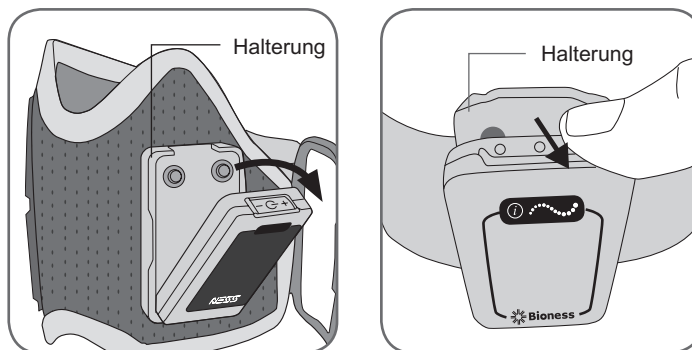

Abbildung 9-18: Entfernen der RF-Stimulationseinheiten
2. Ziehen Sie das Oberteil der RF-Stimulationseinheit von der Halterung weg (siehe Abbildung 9-18).